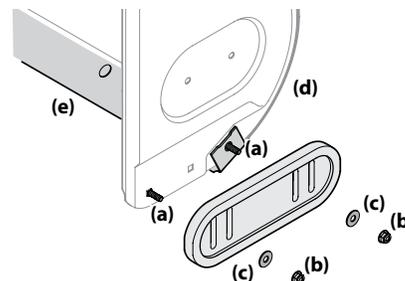

Figure 2-45
1. À l'aide des deux boulons de carrosserie (a), des écrous (b) et des rondelles (si équipé) (c), fixez le patin au boîtier des tarières (d). Serrez manuellement les écrous. Voir Figure 2-45.